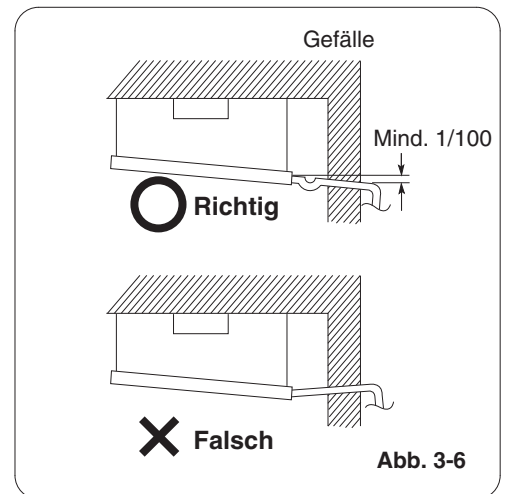

Abb. 3-6
- (3) Sicherstellen, dass das Ablaufrohr mit Gefälle (1/100 oder mehr) verlegt wird. (Siehe Abb. 3-6)
- (4) Bei Ausführung des Ablaufrohrs mit einem Geruchsverschluss sollte dieser vom Innengerät entfernt installiert werden.
- (5) Das Ablaufrohr nicht mit Gewalt an die Leitung des Innengeräts anschließen. Bei unsachgemäßer Installation kann Wasser lecken.
- (6) Das Ablaufrohr sollte an einem Punkt nahe des Innengeräts befestigt werden. Nichtbeachtung kann Leckwasser zur Folge haben.
- (7) Keine Luftspüleinrichtung irgendeiner Art anschließen. Bei Anschluss eines solchen Geräts kann Ablaufwasser aus dem Ablaufrohr spritzen.
- (8) Nach Verlegung der Ablaufleitung diese mit einem Wasserlecktest auf Dichtigkeit prüfen. Eine Undichtigkeit kann Leckwasser und Kondensation zur Folge haben.
- (9) Nach Verlegung der Ablaufleitung prüfen, ob Wasser reibungslos ablaufen kann. Wenn das Wasser nicht gut abläuft, kann dies Leckwasser und Kondensation zur Folge haben.
- (10) Wenn die Arbeiten an der Ablaufleitung abgeschlossen sind, die Ablaufleitungsstrecke im Gebäude mit Isolierung umwickeln. Die Leitung dabei nicht zusammen mit den Kühlmittelleitungen verlegt umwickeln. Die Ablaufleitung könnte dabei nach oben gedrückt werden, was den Ablauf von Wasser behindert, in welchem Fall Wasser aus der Ablaufwanne leckt und auf den Boden tropfen kann.